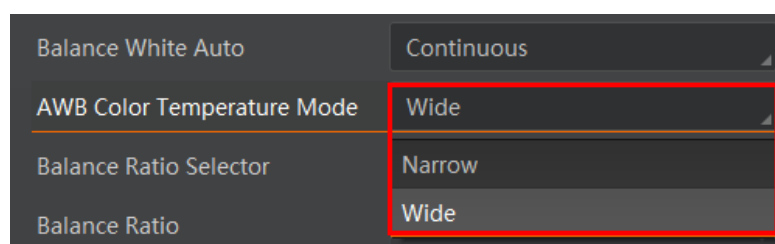

图7-29 自动白平衡色温模式设置
3. *Balance White Auto* 参数默认为 *Continuous*，且色温模式为窄域，即 *AWB Color Temperature Mode* 为 *Narrow*。若在此色温模式下进行自动白平衡后，图像色彩效果仍然不佳，可将 *AWB Color Temperature Mode* 参数设置为 *Wide*，再进行自动白平衡校正，如图 7-29 所示。